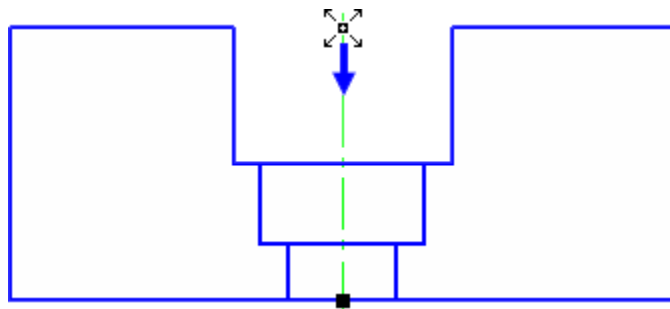

Рисунок 20.
- Переместите курсор вертикально вниз на горизонтальный отрезок паза (рис. 20).